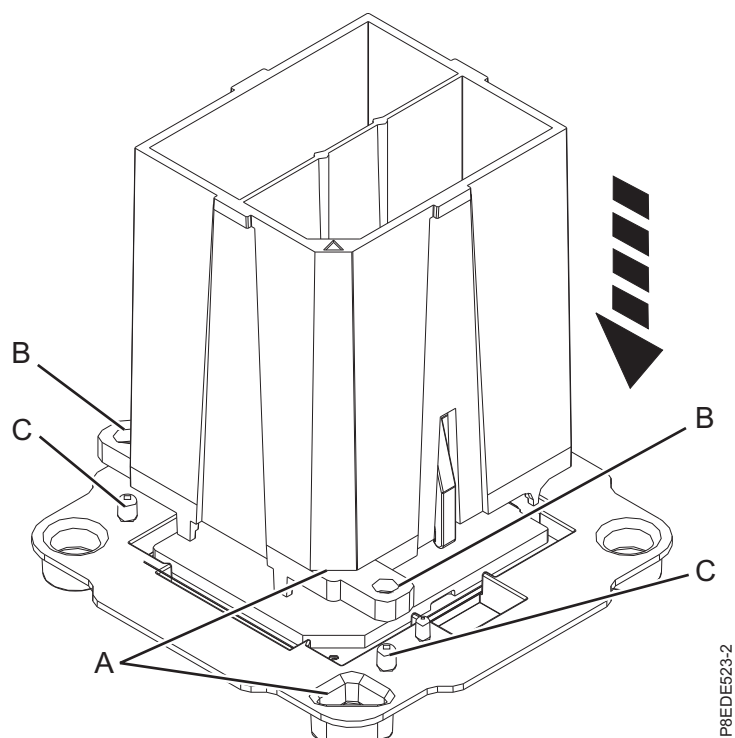
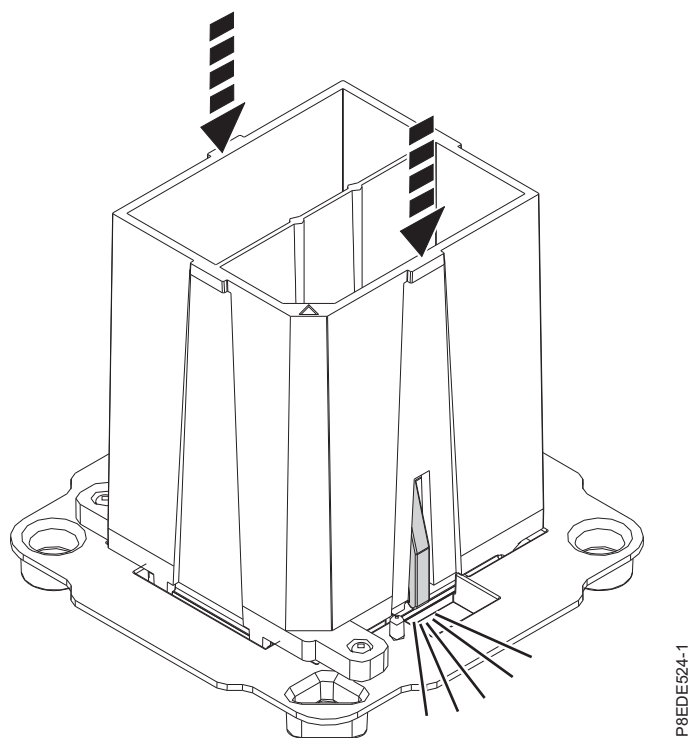

図 33. システム・プロセッサ・モジュールの取り付けの準備
図 34. システム・プロセッサ・モジュールをツールにロック
- a. 交換用プロセッサ・モジュールを配送用トレイから取り外します。提供されている取り外しツールを使用して、ツールの斜めになっている隅 (A) を、モジュールの斜めになっている隅と位置合わせします (35 ページの図 33 を参照)。
- b. 2 つのガイド・ピン (C) がツールの両側にある位置合わせ穴 (B) に差し込まれることを確認して、ツールをシステム・プロセッサ・モジュールの上に下ろします (35 ページの図 33 を参照)。次に、ツールを押し下げて、システム・プロセッサ・モジュールをツールにロックします (35 ページの図 34 を参照)。指示があるまで青色のリリース・タブを押さないでください。